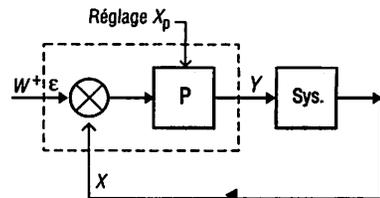

Fig. 5 : Régulateur de type P (proportionnel).
2.2. Régulateur à action proportionnelle (P) (fig. 5)